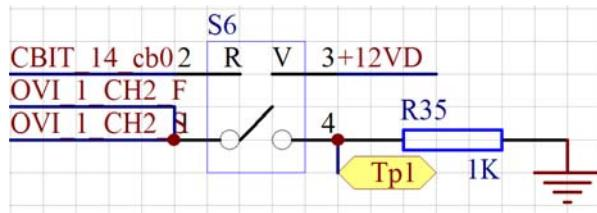

图 11.1 CBIT 测试线路图
(1) 示例线路如下图 11.1:
CBIT 主要用来当继电器的驱动，与 MUX 类似。线路图 11.1 中，当继电器未闭合时，OVI 的 2 通道不管给多少电压，都无法检测到电流，而当继电器闭合时，用 OVI 源给 2V 电压，就能测量到 2MA 的电流，并且在 Tp1 处用示波器看到 2V 电压。